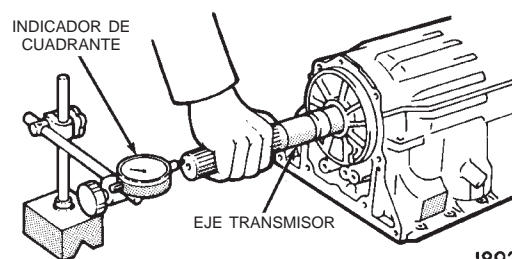

Fig. 161 Verificación del juego longitudinal del eje transmisor
(58) Verifique el juego longitudinal del eje transmisor con un indicador de cuadrante (Fig. 161). El juego longitudinal debería ser de 0,27 – 0,86 mm (0,0106 – 0,0339 pulg.).